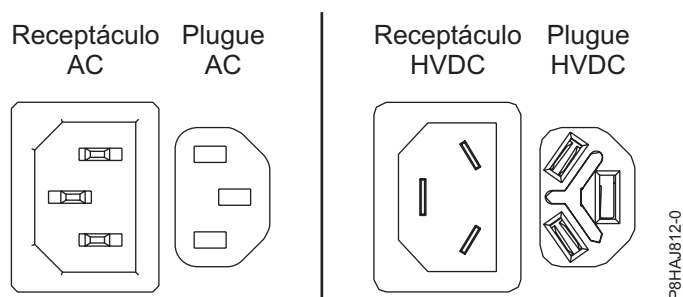
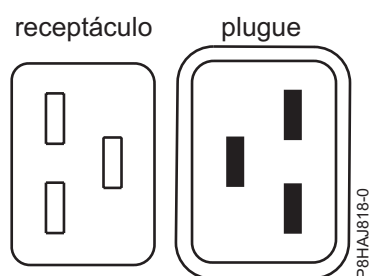
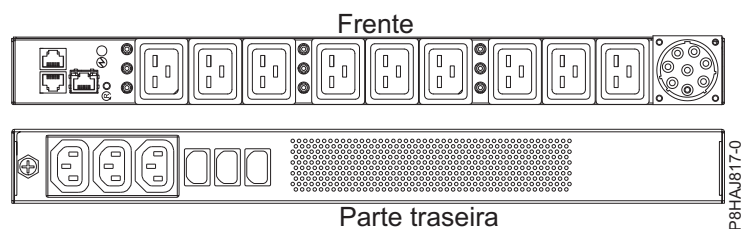

Figura 34. Conectores AC e HVDC
Figura 35. Conectores do sistema 8408-44E
Figura 36. O PDU para o sistema 8408-44E
O Figura 34 mostra os conectores de corrente alternada (AC) e de corrente direta de alta voltagem (HVDC) suportados. O Figura 35 e o Figura 36 mostra os conectores suportados e a unidade de distribuição de energia (PDU) do 8408-44E.